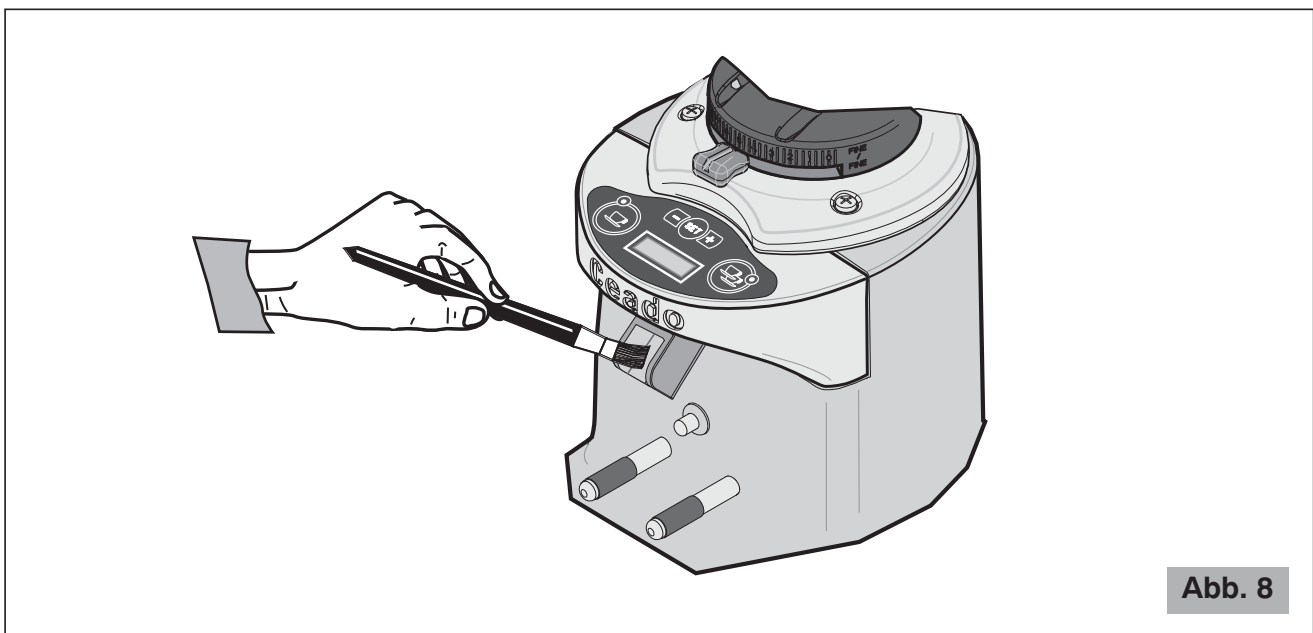

Abb. 8
- Für schwer zugängliche Bereiche eine Bürste oder Pinsel (Abb. 8) zur Reinigung benutzen und für die anderen Oberflächen ein trockenes Tuch.